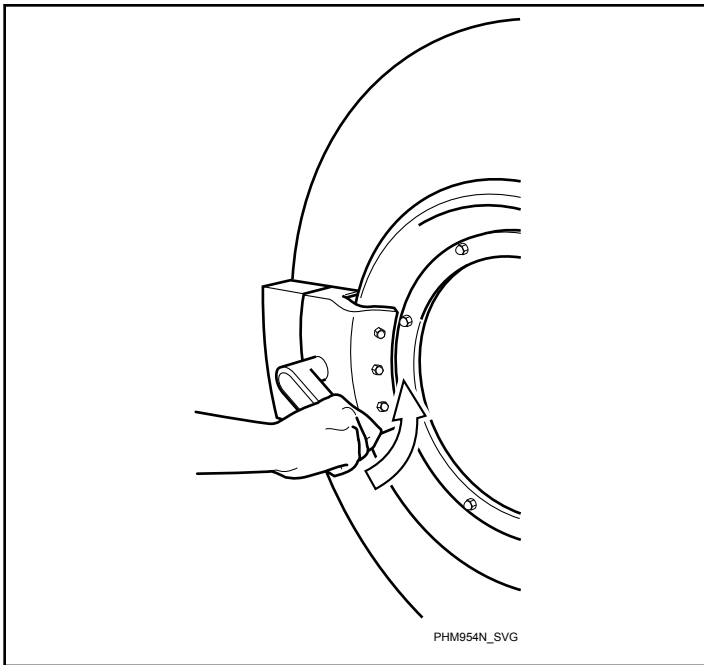

Figura 42
4. Chiudere il portello girando la maniglia in senso antiorario. Vedere *Figura 42*.